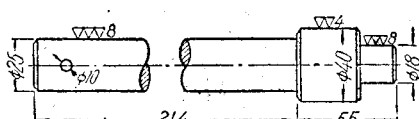

图 11
1. 件名：心轴(图 11)；材料：#20 碳钢；尺寸： $\phi 40 \times 269$ 公厘；工艺情况： $\phi 25$ 、 $\phi 18$ 渗淬后粗磨， $\phi 40$ 渗淬后不磨。